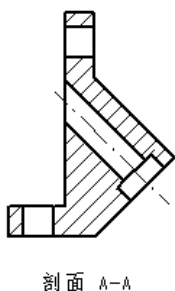
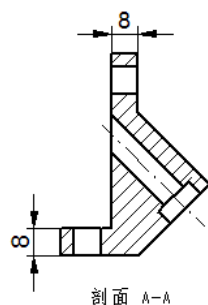

图 8.2.57 定义图纸视图
图 8.2.58 调入尺寸 2
Step3. 在系统 **单击一个图纸视图** 的提示下, 在图形区单击图 8.2.57 所示的图纸视图, 结果如图 8.2.58 所示。